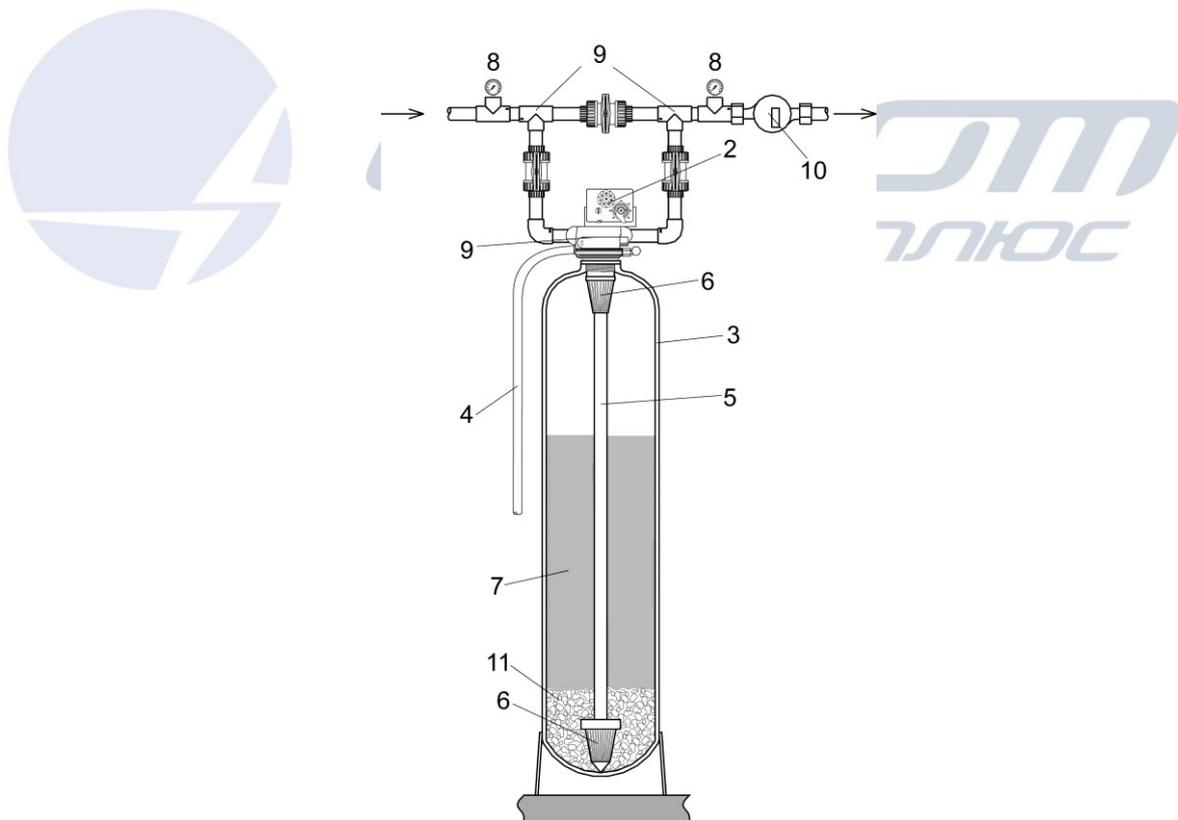

Рис. 2. Внутреннее устройство автоматического угольного фильтра серии «НФК» с управляющим клапаном Autotrol Performa™ (тип 263) с дополнительным оборудованием.
Таблица 2. Справочные размеры к Рис. 2 (в мм).
Внешний вид фильтра серии «НФК» с дополнительным оборудованием показан на Рис.2.
Перед подсоединением фильтра к линии водопровода необходимо смонтировать обводную вентиляющую линию (байпас) для возможности отключения (отсоединения) фильтра от магистрали исходной воды (см. Рис.2, поз. 9).
1. счетчик расхода воды (Рис.2, поз. 10) за выходным портом управляющего клапана фильтра для измерения объемов и потоков протекающей через фильтр воды,
2. манометры до и после фильтра (Рис.2, поз. 8) для измерения перепада давления на фильтре, по величине которого можно определить момент проведения очередной (внеочередной) промывки.